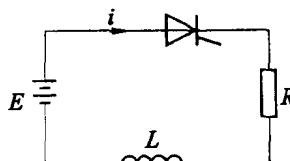

图 1-1 例 1.3 电路图
**例 1.3** 如图 1-1 所示电路中， $E=50$  V， $R=0.5 \Omega$ ， $L=0.5$  H，晶闸管的擎住电流为 15 mA，要使晶闸管导通，门极触发电流脉冲宽度至少应为多少？